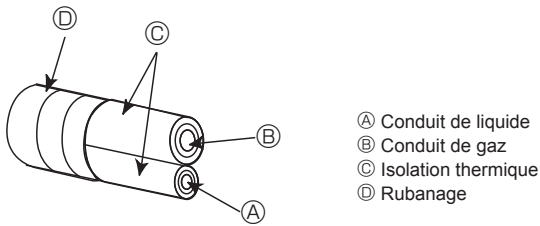
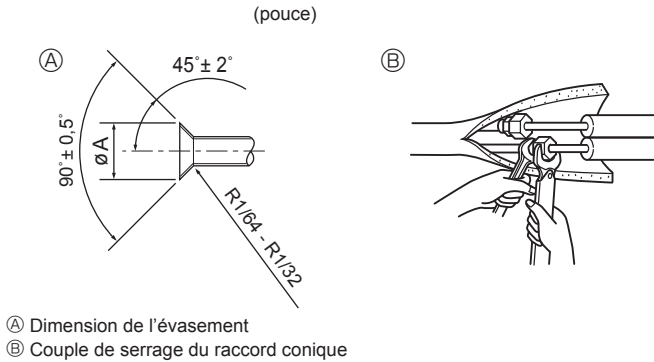

Fig. 4-4
Fig. 4-5
### 4.3. Connexion des tuyaux (Fig. 4-4, Fig. 4-5)
- S'il est trop serré, il risque de se rompre et de provoquer une fuite de réfrigérant. [Fig. 4-5]
- Appliquez un fil mince d'huile réfrigérante sur la surface du tuyau et du support du joint avant de serrer l'écrou évasé. (A)
- Utilisez deux clés pour serrer les connexions des tuyaux. (B)
- Appliquez de l'huile réfrigérante sur toute la surface évasée du fond. (C)
- Utilisez les écrous évasés correspondant aux tailles de tuyaux suivantes. (D)
(A) (Fig. 4-5)